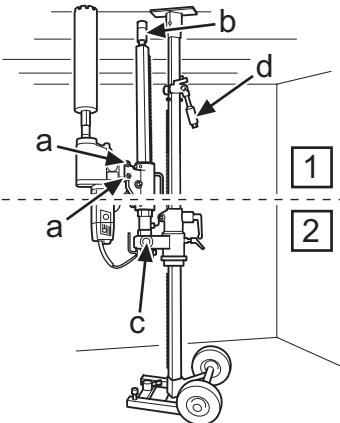

Fig. 16
3. Installare la foratrice nell'attacco rapido e serrare le viti di bloccaggio (a) (fig. 16) con la chiave da 24 mm.
4. Controllare che la vite del montante (b) nella colonna di foratura sia avvitata. Sollevare e bloccare la colonna di foratura con il dado da 30 mm (c) (fig. 16).
3. Die Bohrmaschine in der Schnellkupplung anbringen, die Sicherungsschrauben (a) mit dem 24-mm-Schraubenschlüssel anziehen (Abb. 16).
4. Sicherstellen, dass die Stempelschraube (a) in der Bohrsäule eingeschraubt ist. Die Bohrsäule hochklappen und mit der 30-mm-Mutter (c) verriegeln (Abb. 16).
3. Monter la foreuse dans la fixation rapide et visser les vis de blocage (a) (Fig.16) à l'aide d'une clé de 24 mm.
4. Contrôler que la vis (b) du pilier de forage est bien vissée. Sortir et verrouiller le pilier de forage à l'aide de l'écrou de 30 mm (c) (Fig. 16).
3. Montere de boormachine in de snelbevestiging, draai de borgschroeven (a) (Fig. 16) vast met een 24 mm sleutel.
4. Controleer of de stutschroef (b) op de boorkolom ingeschroefd is. Zet de boorkolom op en zet vast met een moer 30 mm (c) (Fig. 16).
6. Avvitare la vite del montante al soffitto per fissare la colonna di foratura. Fissare con il dado di bloccaggio da 30 mm (b) (fig. 16). Utilizzare un profilo di legno come distanziale.
6. Die Stempelschraube zur Fixierung der Bohrsäule an der Decke in ihrer Position einschrauben, mit 30-mm-Sicherungsschraube (b) sichern (Abb. 16). Einen Holzstab zwischenlegen.
6. Visser la vis du poteau contre le plafond afin de fixer le pilier de forage sur la position souhaitée et verrouiller à l'aide d'un contre-écrou de 30 mm (b) (Fig.16). Utiliser une règle en bois comme entretoise.
6. Schroef de stutschroef tegen het plafond om de boorkolom te fixeren, zeker met borgmoer 30 mm (b) (Fig. 16). Gebruik een houten regel als tussenlaag.